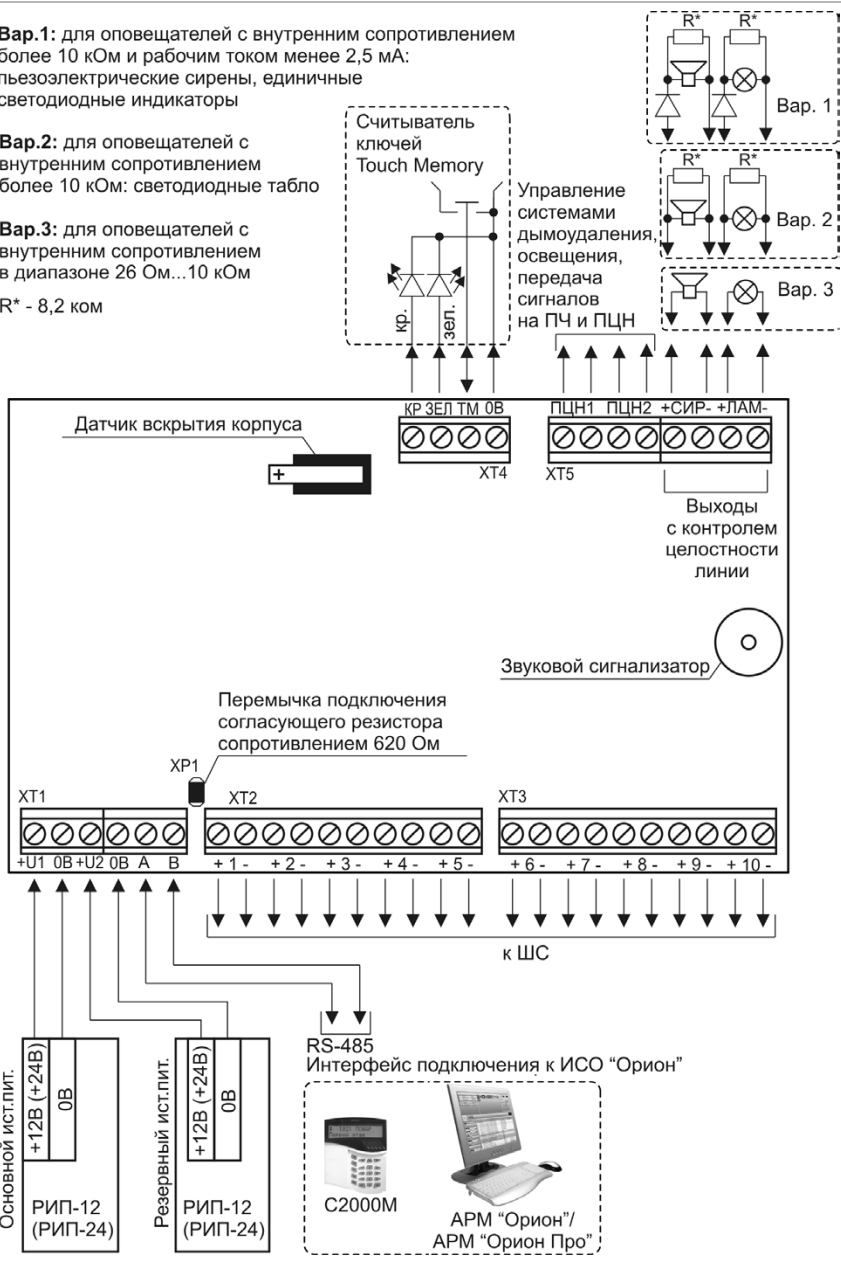

Рисунок 13. Схема внешних соединений блока «Сигнал-10»
1. Схема внешних соединений блока приведена на Рисунок 13.